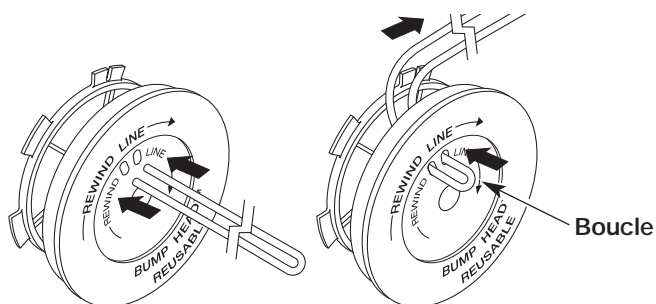

Fig. 31
- Découpez environ 7,6 m (25 pi) de fil neuf et faites-en deux boucles de longueurs égales. Insérez chaque extrémité de fil dans l'un des deux trous du moulinet (Fig. 31). Tirez le fil à travers le moulinet pour que la boucle soit le plus petit possible.